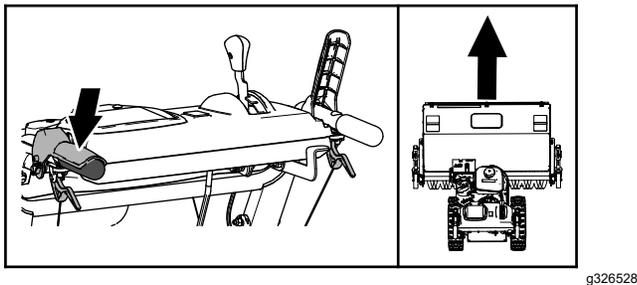

Figura 15
- Para conducir en línea recta, apriete la palanca de tracción (izquierda) pero no apriete las palancas de embrague de las ruedas (Figura 15).